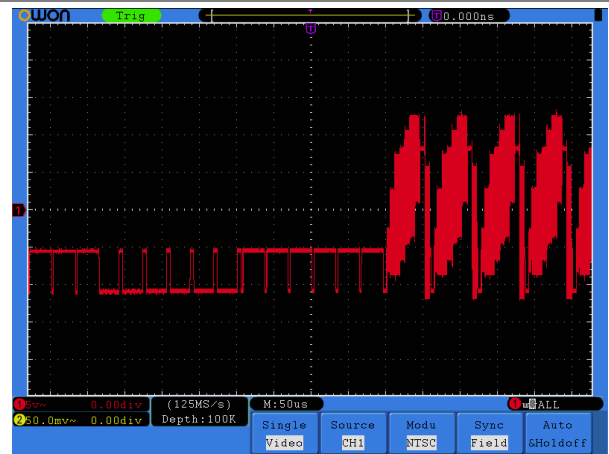

Рисунок 7.7. Осциллограмма, сформированная при запуске по синхроимпульсу кадра видеосигнала
- 11) Поворотом регуляторов **VOLTS/DIV**, **VERTICAL POSITION** и **SEC/DIV** приведите осциллограмму к оптимальному виду (см. рисунок 7.7).